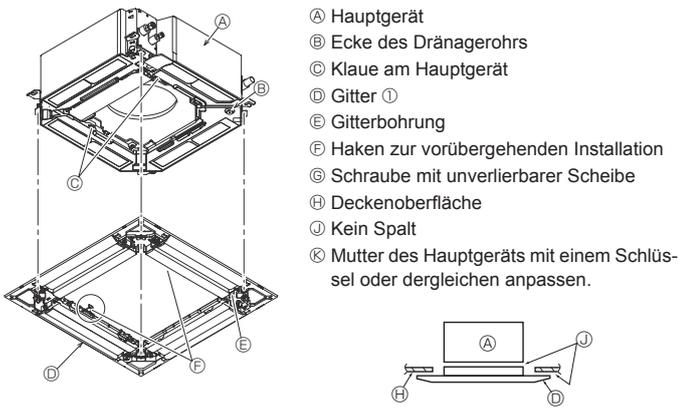

Fig. 9-6
- Ⓓ Gitter ①
9.4.2. Vorübergehende Installation des Gitters (Fig. 9-6)
- Das Gitter durch Anziehen der vorinstallierten Schrauben am Hauptgerät fixieren. (Fig. 9-6)
Darauf achten, dass sich zwischen dem Hauptgerät und dem Gitter oder zwischen dem Gitter und der Deckenoberfläche kein Spalt befindet. (Fig. 9-6)
- Nach dem Festziehen der Schraube prüfen, dass die beiden Gitterhaken (Fig. 9-6) in den Haken am Hauptgerät eingerastet sind.